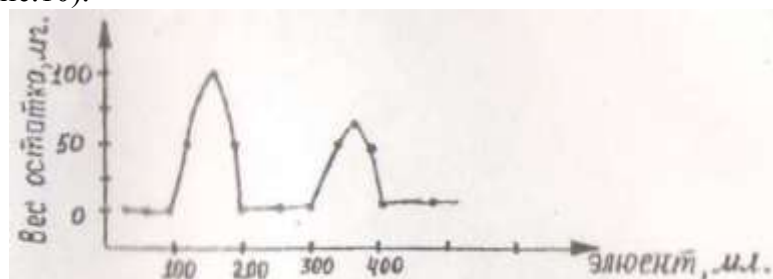

Рис. 10. Пример выходной кривой.
3. Если разделению подвергалась смесь неокрашенных веществ, то поступают следующим образом : отбирают равные по объему (или по весу) фракции элюента, из каждой фракции отгоняют растворитель и строят выходную кривую, которая характеризует содержание остатка в каждой фракции (Рис.10).